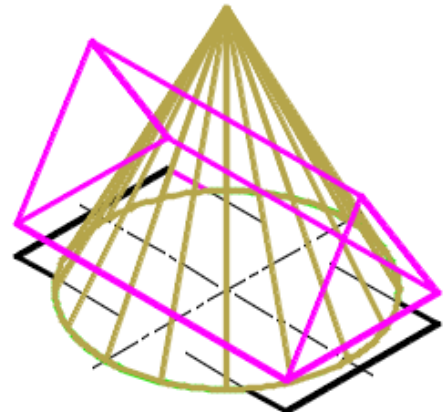

Рис. 22
- далее перенести призму вертикально вверх на 10 мм (рис. 22).